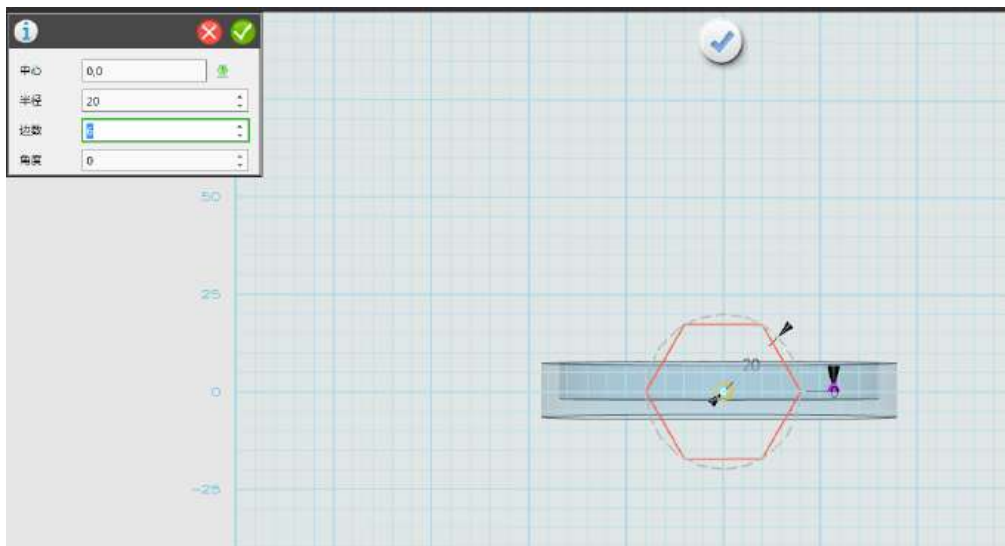

图 1-3
Step 3 使用草图绘制命令中六边形命令  ，绘制一个六边形贴在圆环上，六边形各项设置，视图模式为前视图。如下图 1-3 所示：